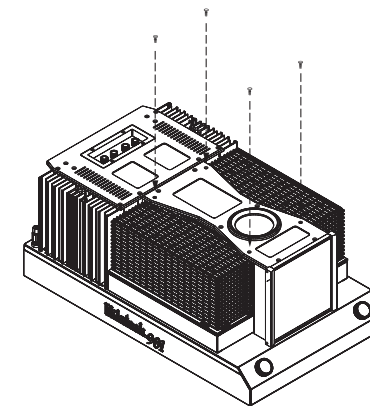

Рисунок 01 – отверните и снимите винты крышки лампы
- Используйте отвертку с крестообразной головкой № 2, чтобы выкрутить два винта, которые крепят каждую крышку лампы (Рисунок 01).
- Установите два винта, чтобы закрепить крышку. (Рисунок 01)